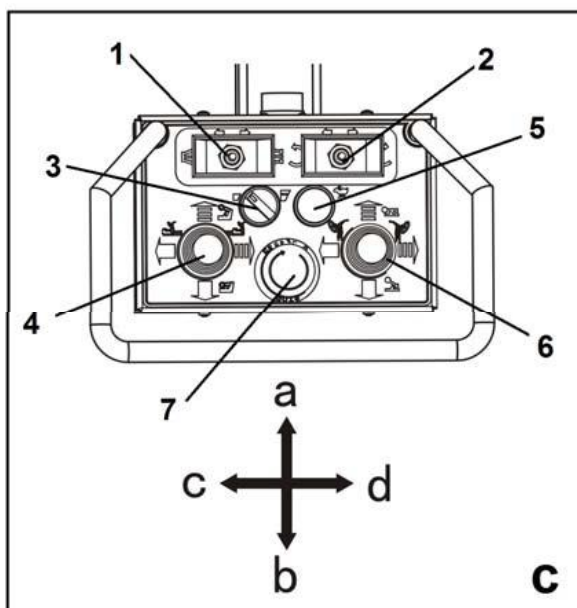

Рисунок 11
Панель управления (рис. 11) является портативной и позволяет оператору выбрать рабочее положение, наиболее удобное для каждого из случаев. На панели управления сконцентрированы все команды, а именно:
- *выключатель 1*, (рис. 11): переместите его в положение «с», чтобы открыть самоцентрирующуюся цангу; переместите его в положение «d», чтобы закрыть самоцентрирующуюся цангу;
- *переключатель вращения 2* (рис. 11): переместите его в положение «с», чтобы повернуть самоцентрирующуюся цангу против часовой стрелки; переместите его в положение «d», чтобы повернуть самоцентрирующуюся цангу по часовой стрелке.
- *переключатель скорости вращения 3* (рис. 11): при повороте влево самоцентрирующаяся цанга вращается медленнее; при повороте вправо самоцентрирующаяся цанга вращается быстрее.
- *джойстик (1) 4* (рис. 11): переместите его в положение [a], чтобы поднять рычаг патрона; переместите его в положение [b], чтобы опустить рычаг патрона; переместите его в положение [c], чтобы отодвинуть рычаг патрона и технологическую тележку друг от друга; переместите его в положение [d], чтобы переместить рычаг патрона и технологическую тележку навстречу друг другу.
- *кнопка скорости тележки 5* (рис. 11): нажмите на нее, и рычаг патрона и технологическая тележка будут двигаться быстрее; отожмите ее, и рычаг патрона и технологическая тележка будут
– джойстик (2) 6 (рис. 11): переместите его в положение [a], чтобы поднять кронштейн снимающего рычага; переместите его в положение [b], чтобы опустить кронштейн снимающего рычага; переместите его в положение [c], чтобы повернуть диск для разрыва борта в рабочее положение; переместите его в положение [d], чтобы повернуть инструментальную головку в рабочее положение.
– кнопка аварийной остановки 7 (рис. 11): нажатие на нее может немедленно остановить работу машины.